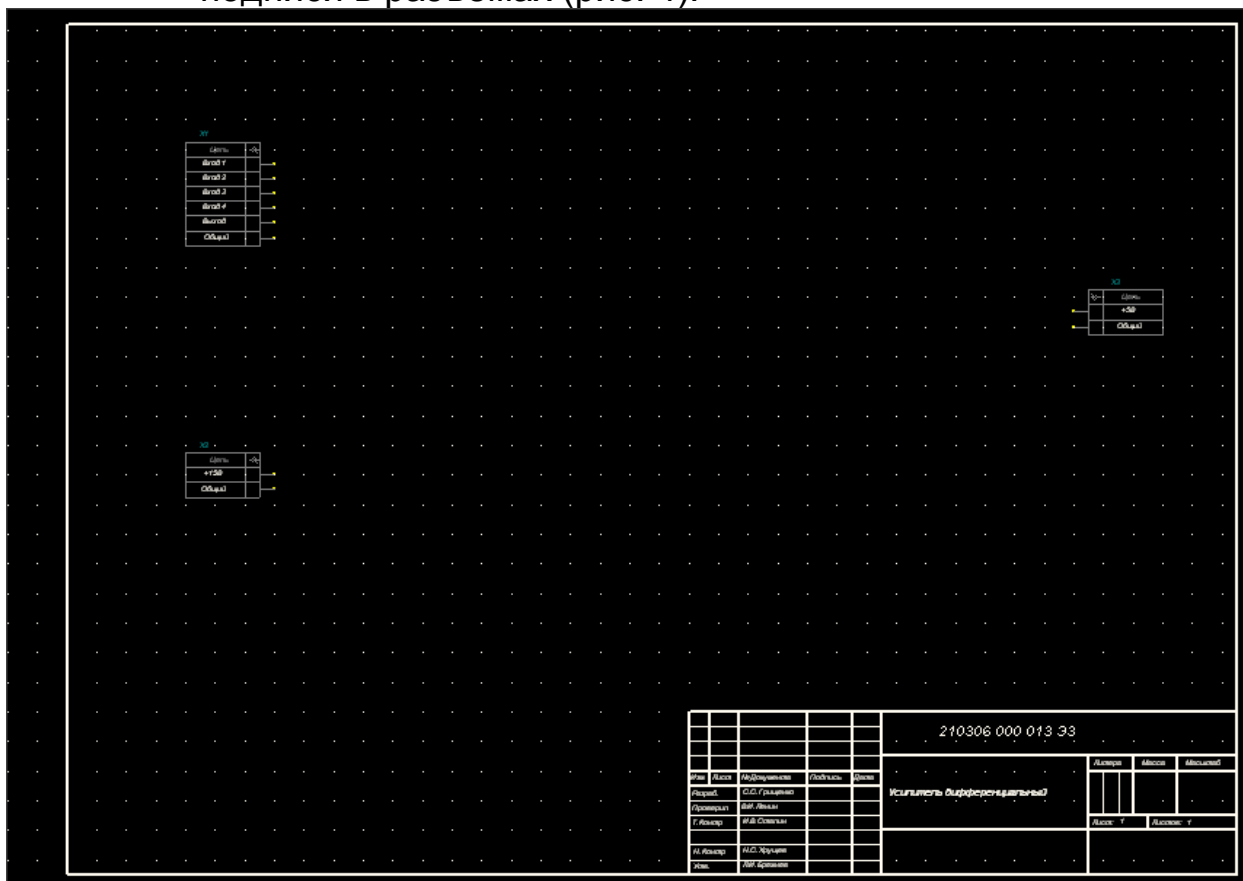

Рис. 4 Размещение разъемов (Grid=10mm)
3.9 Используя команду **Place Text**, сделайте необходимые подписи в разъемах (рис. 4).